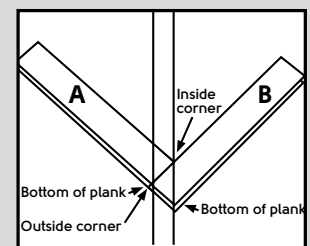

Abb. 5
5. Dies ist der Startwinkel. Bitte beachten: An allen Wänden oder vertikalen Grenzen sind 5-mm-Abstandsklötze erforderlich (Abb. 5).
6. Richten Sie die äußere Eckkante von Diele „A“ gegenüber der Innenecke an der gegenüberliegenden Linienposition aus (Abb. 5).